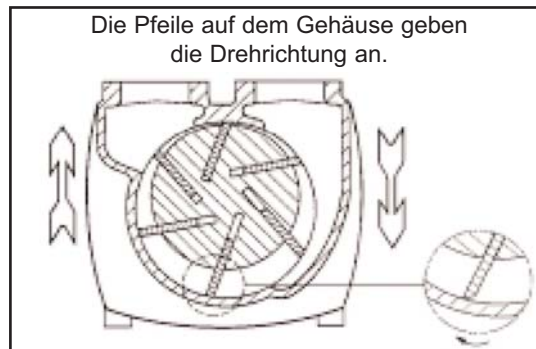

Abb. 14
6. Wenn Sie die Flügel austauschen, müssen Sie sicherstellen, dass sie richtig in den Ausnehmungen des Rotors sitzen (siehe Abb. 14). Der Winkel der Flügelspitze muss der Pfeilrichtung auf dem Gehäusekern entsprechen.